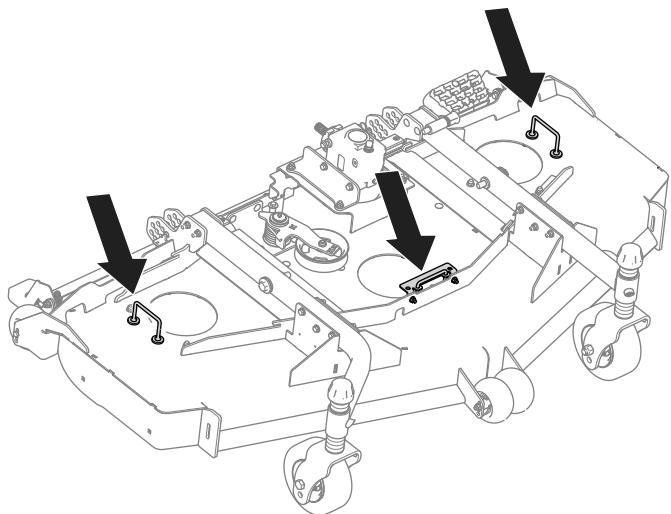

Figura 6
1. Rimuovete le staffe dei copricinghia esistenti (Figura 6) dall'apparato di taglio.